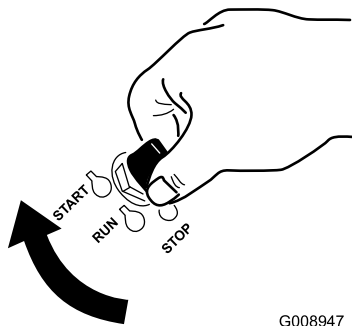

Figura 16
1. Rode a chave da ignição para a posição Start (ligar) (Figura 16). Quando o motor arrancar, solte a chave.
6. Rode a chave da ignição para a posição Start (ligar) (Figura 16). Quando o motor arrancar, solte a chave.